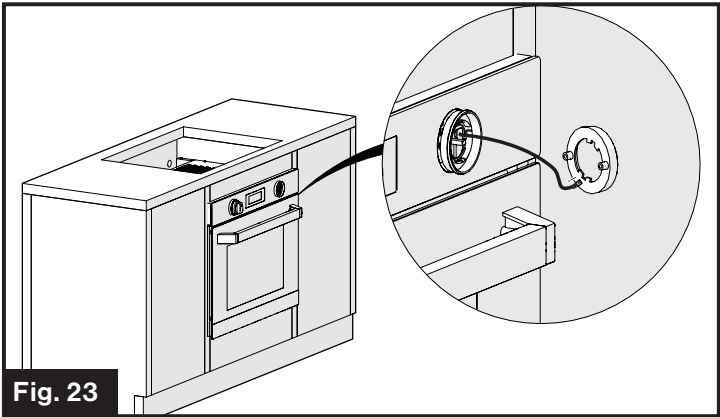

Fig. 23
3. Retirez le module DEL, puis débranchez le câble du socle du module DEL. (Fig. 23)